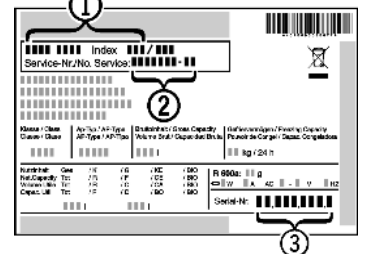

Fig. 53
- ▶ Gerätebezeichnung *Fig. 53 (1)*, Service-Nr. *Fig. 53 (2)* und Serial-Nr. *Fig. 53 (3)* vom Typenschild ablesen. Das Typenschild befindet sich an der linken Geräteinnenseite.